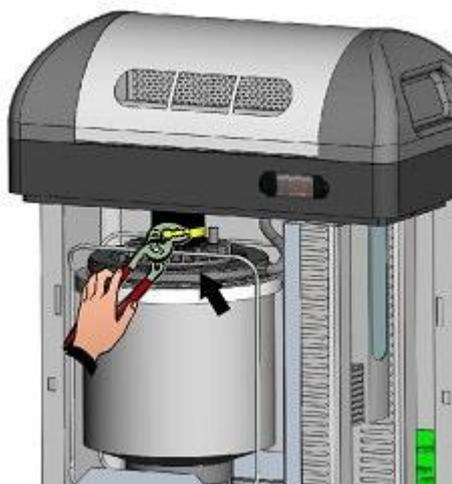

Fig. 5
6. Brancher le manchon de la vapeur à la bride de l'humidificateur (**Fig. 5**).